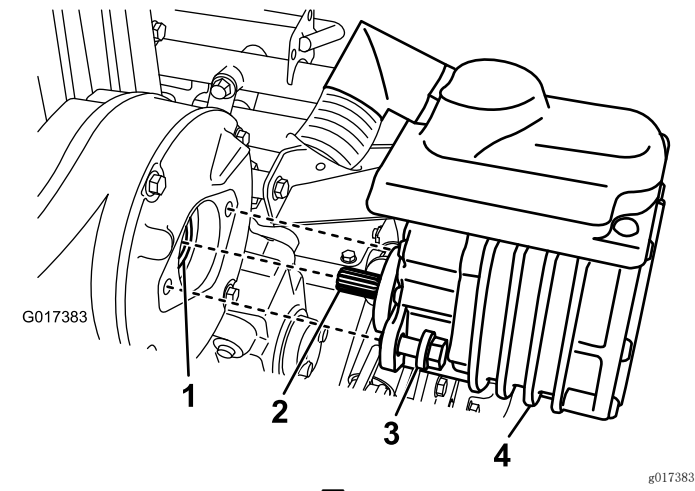

图38
2. 拆下将马达固定到传动装置外壳的 2 颗螺栓（图 38）。
4. 用润滑脂枪向传动装置的凹面泵入一到两次润滑脂（图38）。